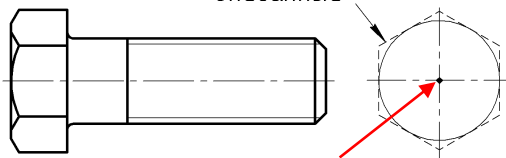

Рис. 2.15
**Ваш ответ:** Мышью указать центр многоугольника (рис. 2.15).
**Ваш ответ:** Указать мышью точку на окружности так, чтобы вершины описанного шестиугольника расположились на вертикальной оси (рис. 2.15).